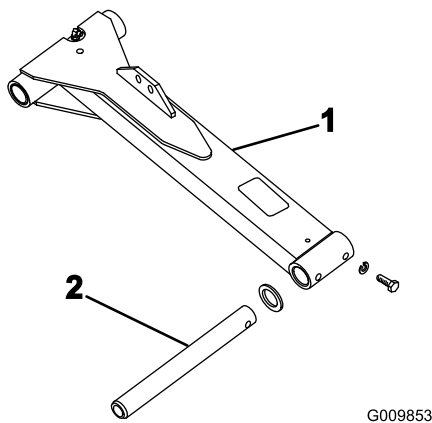

図 5
1. 左昇降アームにピボット・ロッドを差し込み、取り付け穴を整列させる（図 5）。